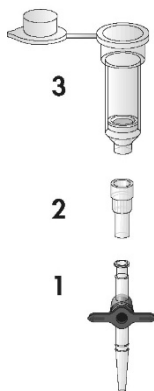

Figura 4. Montagem de componentes do QIAamp DSP DNA Blood Mini Kit para o processamento de amostras em vácuo.
Assegurar que a coluna de rotação QIAamp Mini, o VacConnector (VC) e a VacValve estão corretamente montados (consultar a Figura 4).